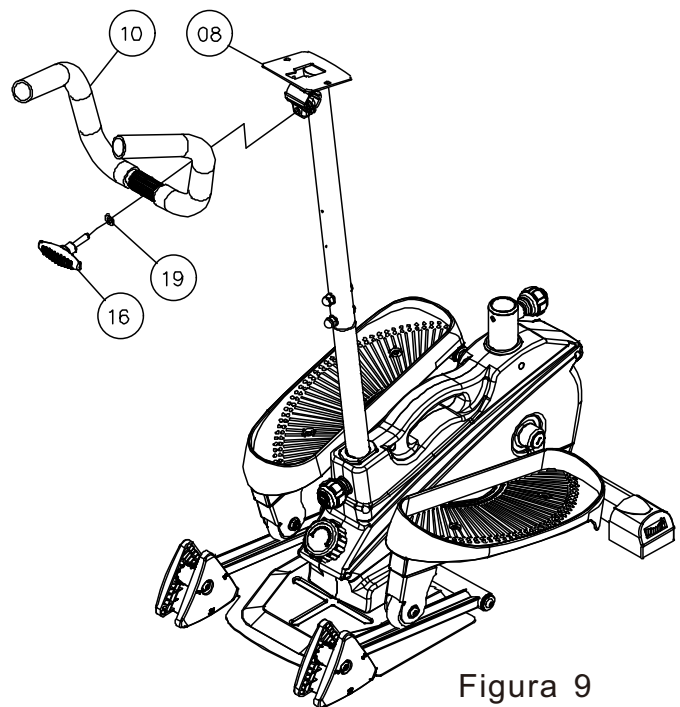

Figura 9
9. Utilice la perilla en T No. 16 y la arandela plana No. 19 para fijar el grupo del mango No. 10 en el conjunto del elevador frontal No. 08. La tensión de la perilla en T se puede ajustar para cambiar el ángulo del mango. Como se muestra en la Figura 9: